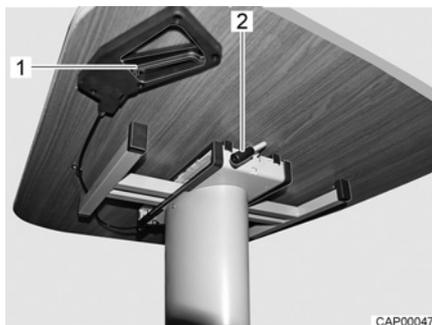

Fig. 43 Desplazar la mesa elevadora
- Girar la palanca (Fig. 43,2) hacia abajo hasta que se encuentre mostrando verticalmente hacia abajo.
- Girar la palanca (Fig. 43,2) hacia arriba hasta que el tablero de la mesa esté fijado.
- Tirar el botón corredizo de bloqueo (Fig. 43,1).
- Soltar el botón corredizo de bloqueo (Fig. 43,1). El tablero de la mesa permanecerá en la altura ajustada.